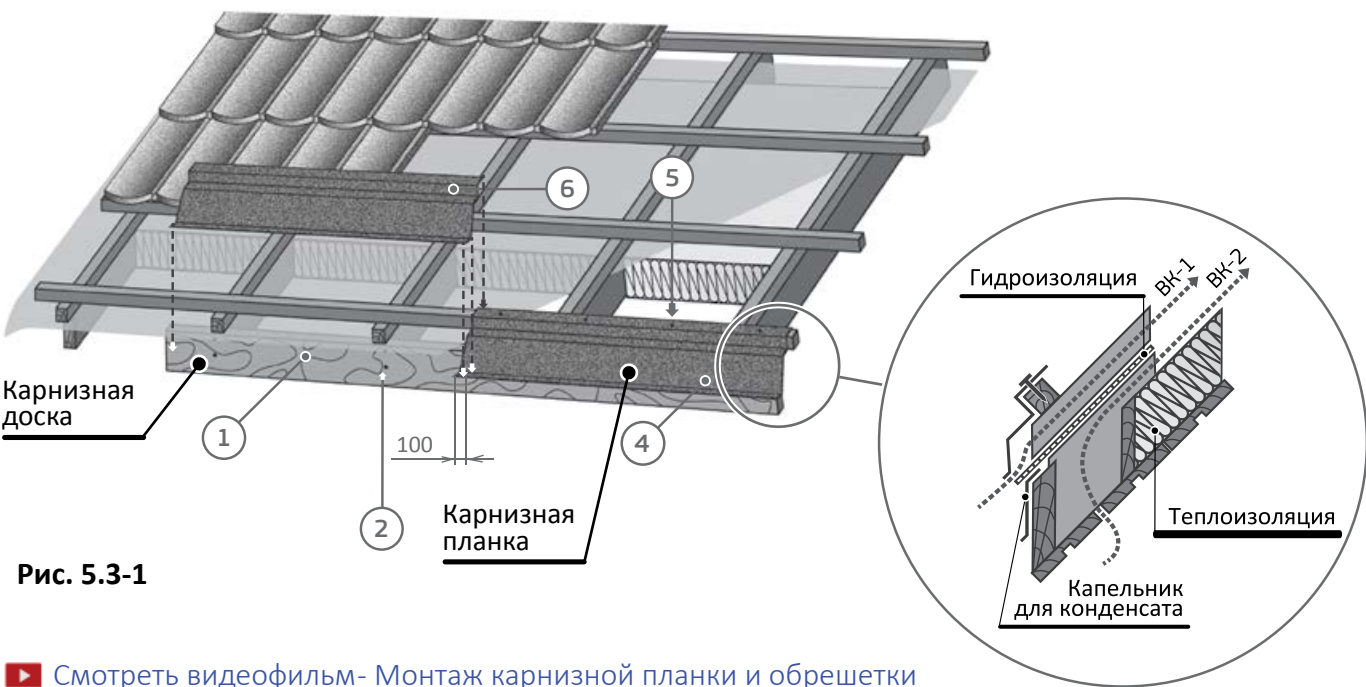
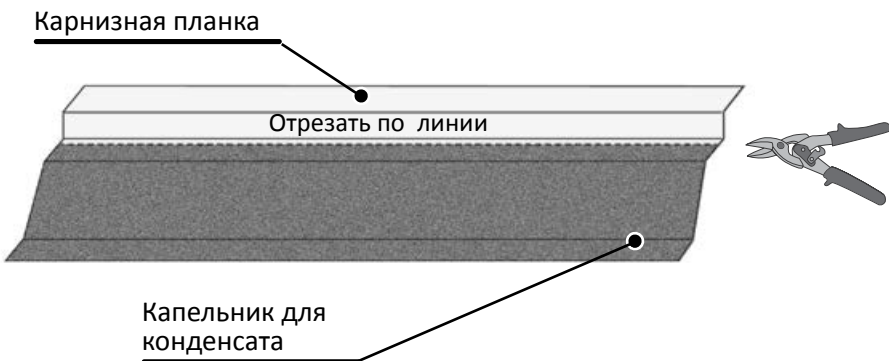

Рис. 5.3-1
Рис. 5.3-2
- 3. Установите на карнизную доску капельник для конденсата (рис. 5.3-1). Капельник для конденсата можно изготовить из карнизной планки (рис. 5.3-2). Расход карнизной планки при этом увеличится вдвое.
- поверх карнизной доски лежит гидроизоляционная пленка, таким образом, чтобы был беспрепятственный сток конденсата на капельник для конденсата (рис. 5.3-1, выноски I);